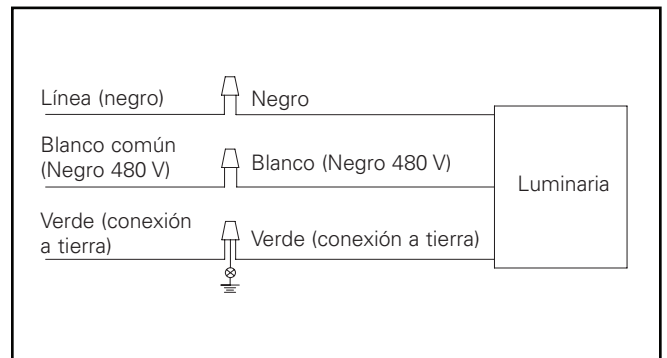

Figura 3.
4. Realice las conexiones de cables dentro del brazo de montaje. Consulte el diagrama de cableado para conocer las conexiones de alimentación (Figura 3). Conecte los cables de alimentación a los conectores adecuados de la luminaria.